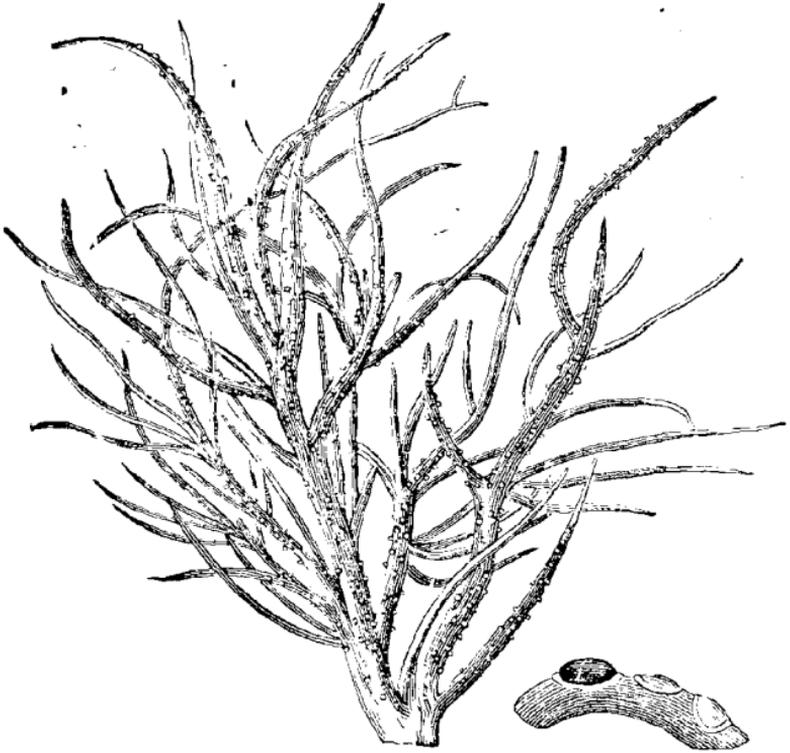

Fig. 238. Orseille des Canaries (Lichen fruticuleux).
Origine. — C'est une pâte d'un rouge foncé, obtenue en faisant fermenter des lichens sous l'influence de l'urine, de l'ammoniaque ou de la chaux (1). Ces lichens sont abondants sur les côtes de Madagascar, aux îles Canaries (fig. 238), et sur les rochers volcaniques d'Auvergne.
(1) Un lichen est l'association d'une algue et d'un champignon, il en existe plusieurs espèces qui sont souvent bien différentes par leur forme et leurs caractères (fig. 238 et 239).